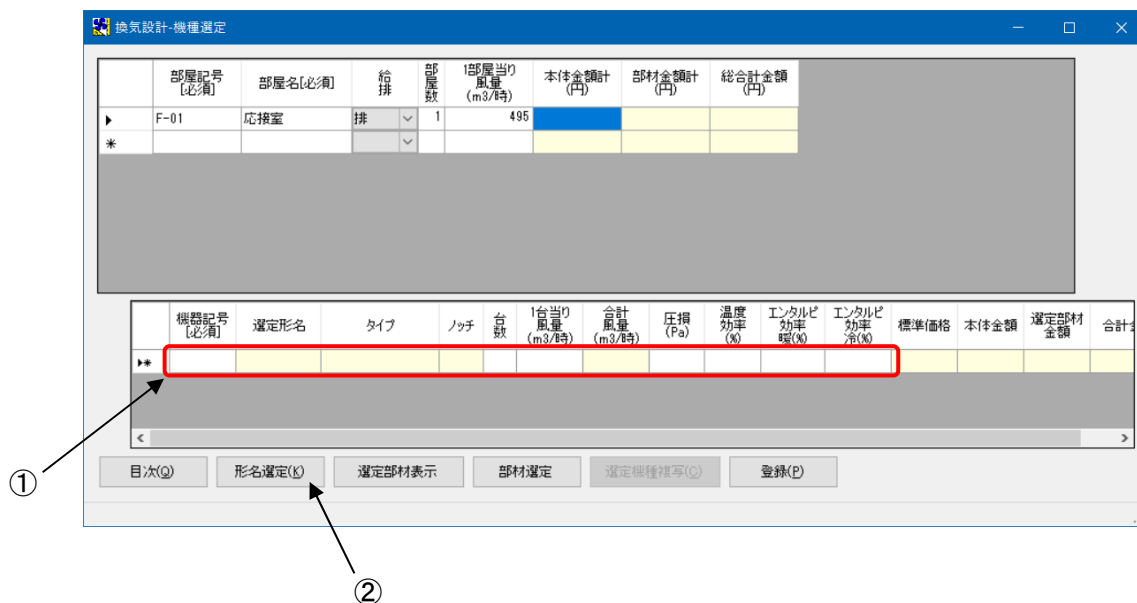

図4
(ウ) 機器番号・台数・1台当り風量等(図4-①)を入力し、**[形名選定(K)]** (図4-②) ボタンをクリックします。